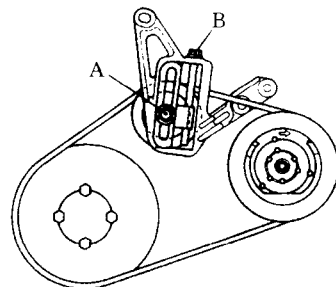

图 31 空调压缩机传动带调整点——1993 款华丽车 2.0L 发动机
③传动带松紧度也可用张力仪检查,此时传动带张力应达到 55~110lbf (250~500N)。
④要调整动力转向传动带的松紧度,需松开张紧轮的固定螺母。通过转动调整螺栓来调节传动带的松紧度,当达到期望的张力值时,拧紧固定螺母,再次检查松紧度 (图 31)。